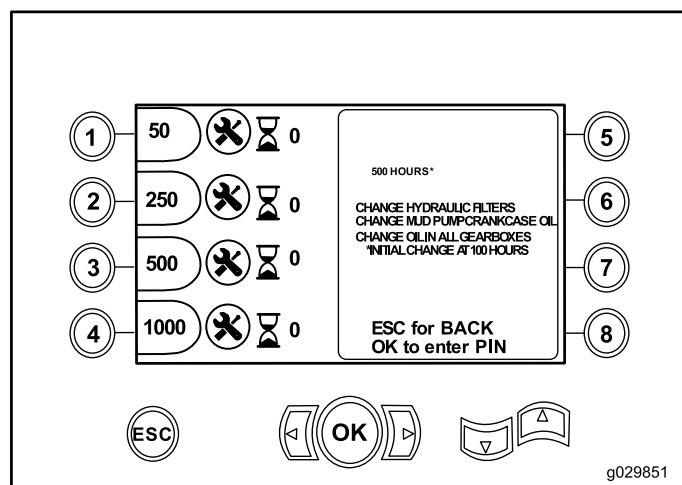

Figure 13
- Bouton 3 – calendrier d'entretien à 500 heures (Figure 13)